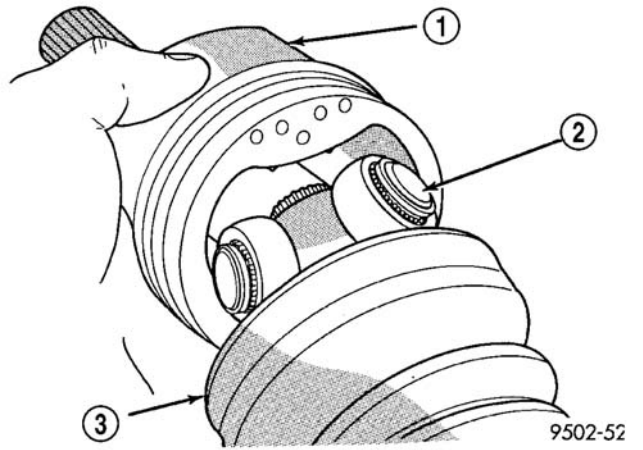

图 12 从三销式万向节壳体上拆卸星形轴总成
注意：如维修的车辆安装的是偏心滑柱总成固定螺栓，此偏心螺栓必须安装在滑柱 U 形支架的底部（长圆）孔内（图 12）。
- （5）将三销式万向节壳体滑出星形轴总成及连接轴（图 12）。